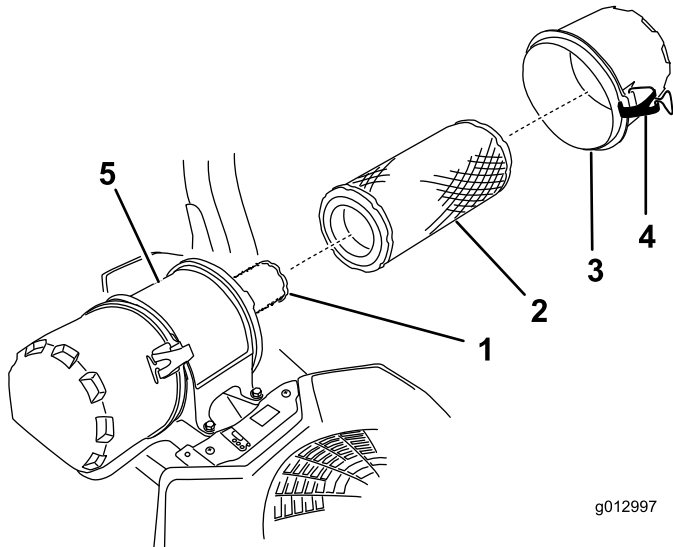

Figura 37
- Abra los cierres del limpiador de aire y tire de la tapa de la entrada de aire para separarla del cuerpo del limpiador de aire (Figura 37).
- Extraiga con cuidado el filtro primario de la carcasa del limpiador de aire (Figura 37).
- Si va a cambiar el filtro interno, deslícelo cuidadosamente en el cuerpo del filtro (Figura 37).
- Deslice cuidadosamente el filtro primario por encima del filtro de seguridad (Figura 37).
- Instale la tapa del limpiador de aire y fije los cierres (Figura 37).